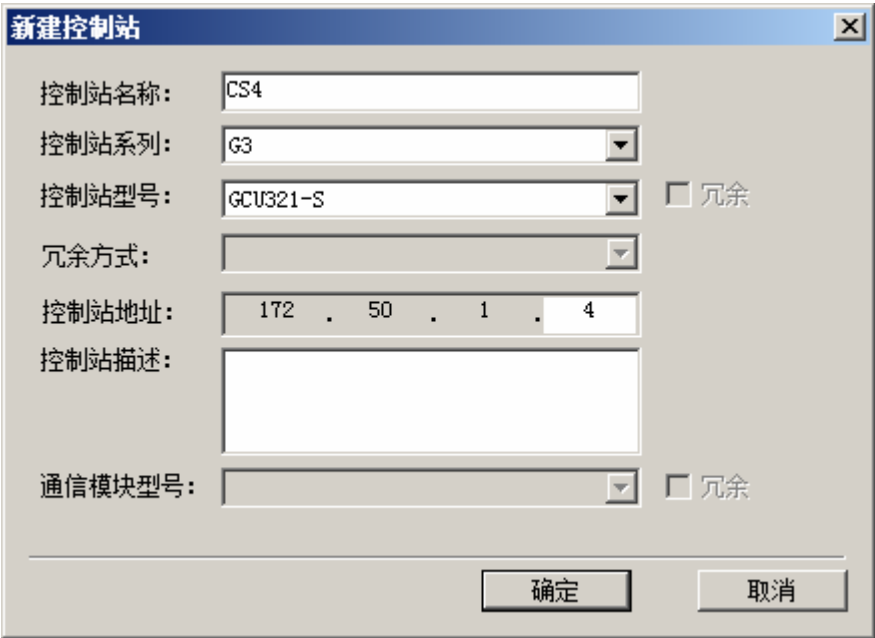

图 4-6 新建从控制站
- 4. 选中某通信模块，右键菜单中点击“添加控制站”，弹出“新建控制站”的对话框（图 4-6），单击“确定”，即可在该通信模块下新增一个控制站。
- 1. 右键单击主控制站机架上的任意I/O空槽位，并在其右键菜单中点击“添加控制站”，弹出新建控制站的对话框（图 4-6），